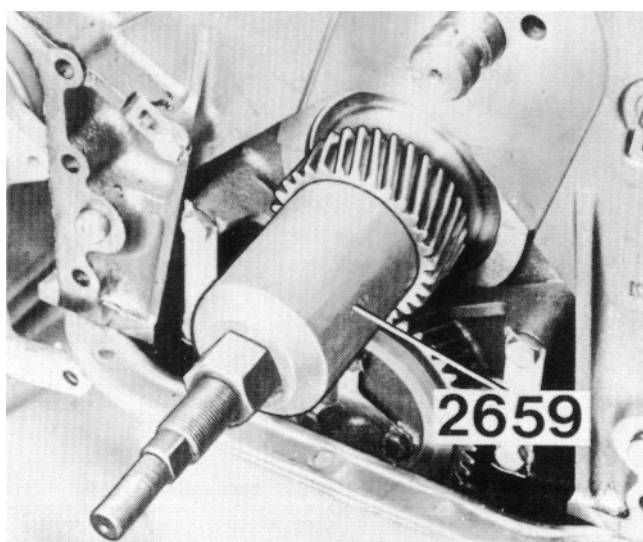

Fig. 73. Montering av vevaxeldrev
1. Kontrollera att vevaxels kil är monterad. Montera vevaxeldrevet med verktyget 2659 (fig. 73).